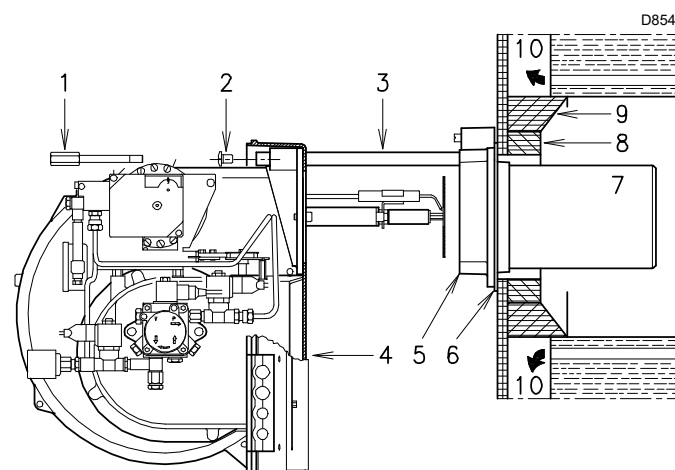

Fig. 12
Pour les chaudières avec circulation des fumées sur l'avant 10)(Fig. 12), ou avec chambre à inversion de flamme, introduire une protection en matériau réfractaire 8), entre le réfractaire de la chaudière 9) et l'embout 7).
Pour les chaudières avec la partie avant refroidie avec de l'eau, le revêtement réfractaire 8)-9)(Fig. 12), n'est pas nécessaire, sauf demande expresse du fabricant de la chaudière.
Démonter l'embout 7) du brûleur 4)(Fig. 12) comme suit :
- reculer le brûleur sur les glissières comme la Fig. 12 le montre ;